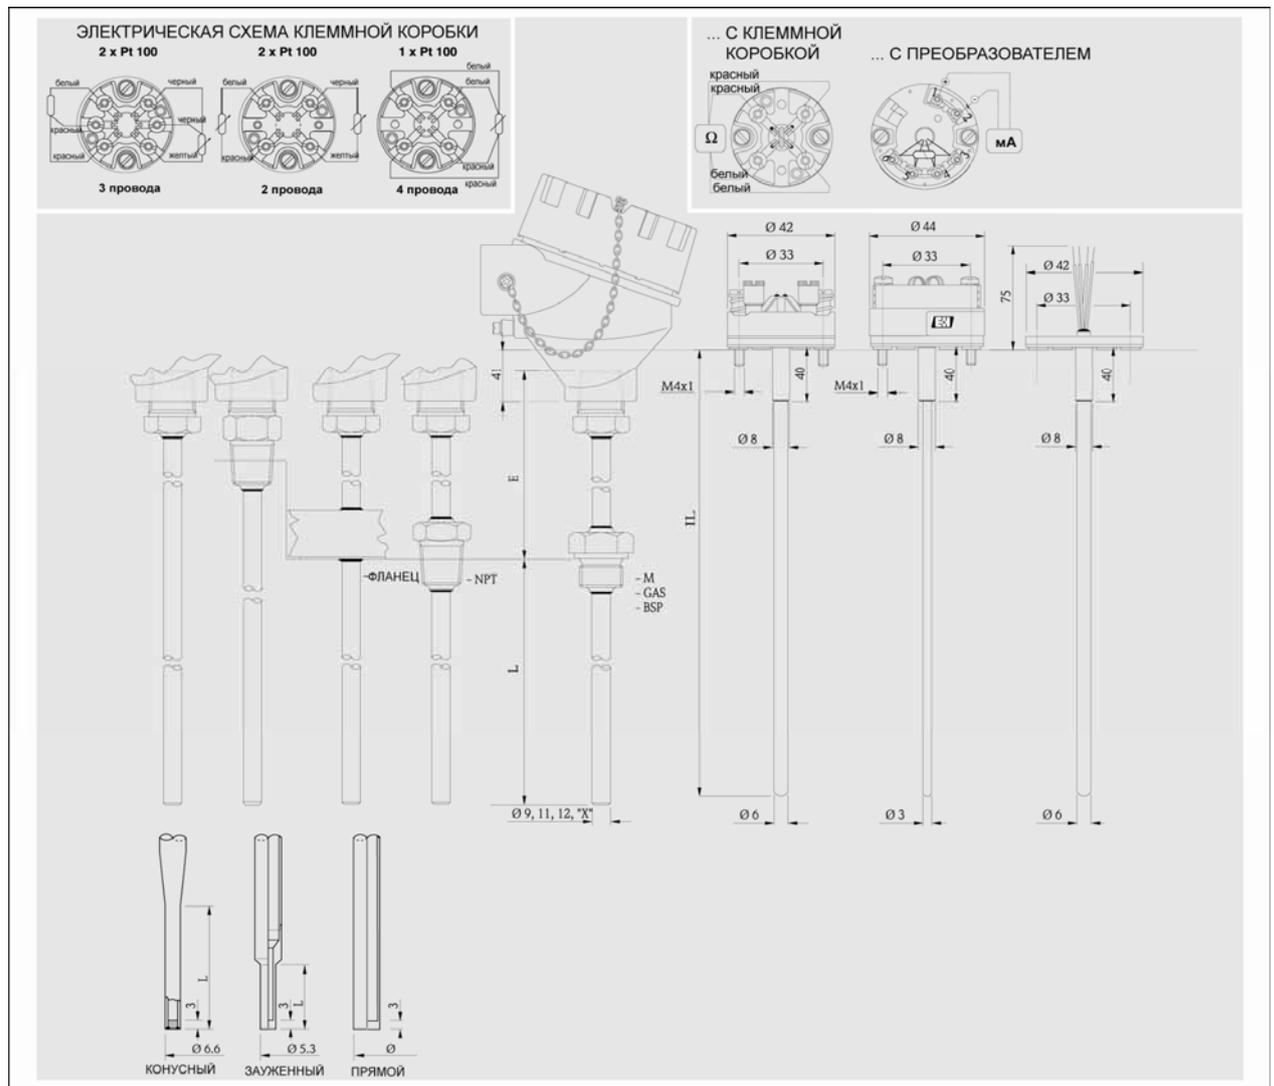

Рис. 6. Функциональные компоненты, стандартные электрические схемы (для керамической клеммной коробки), наконечник на нижней части зонда.
Для замены длина вставки (IL) должна выбираться в соответствии с глубиной погружения (L) термогильзы (см. Рис. 6). Если нужны запасные части, обратитесь к следующей таблице.
Хотя при поставке схема подключений для одинарных датчиков Pt100 всегда соответствует 4-проводной конфигурации, можно подключить преобразователь и по 3-проводной схеме, не подсоединяя один из выводов (см. Рис. 6). Для вставок с сертификацией АTEX возможны 2-проводные конфигурации для двойных Pt100 и 2, 3 и 4-проводные конфигурации для одинарных Pt100.
Что касается термогильзы, неровность поверхности (Ra) смачиваемых деталей равна 0,8 мм, а различные типы наконечников (конусных или зауженных) иллюстрируются на Рис. 6.